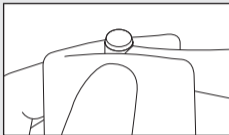
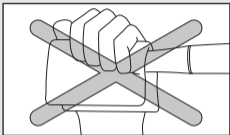

Fig. 14
Fig. 15
- Pour retirer l'excédent d'huile de l'intérieur de la pièce à main, faites tourner la pièce à main pendant environ 15 secondes sans fraise. N'appuyez pas sur le bouton-poussoir pendant la rotation, surtout si vous utilisez un chiffon absorbant pour empêcher les éclaboussures d'huile. Le mécanisme du mandrin pourrait s'endommager si le bouton-poussoir est enfoncé pendant la rotation (Fig. 14, Fig. 15).